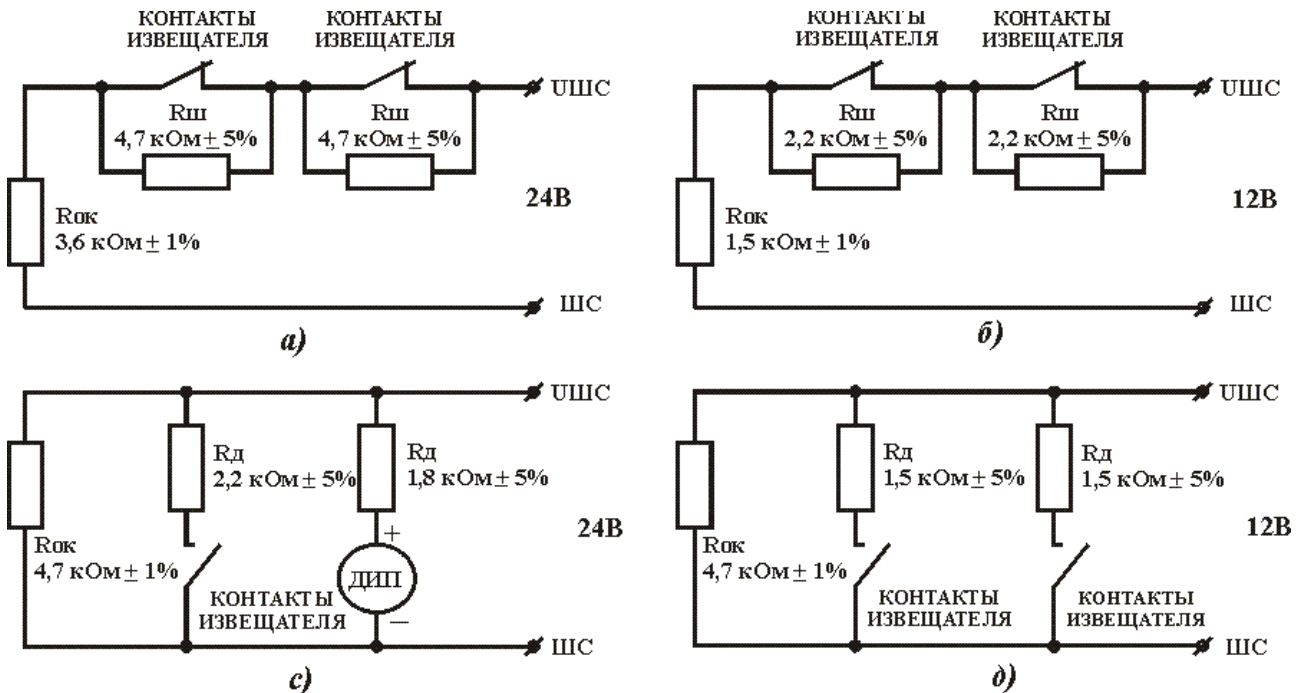

Рис.1 Схемы подключения ПИ в ШС
6.3 Подключить оконечные, шунтирующие, добавочные резисторы и извещатели в шлейф сигнализации согласно рис. 1.